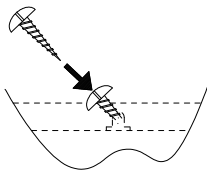

図 1
- 1. 本体の取付場所が決まりましたら、上部の木ネジ1本だけを仮締めしてください。(図1)